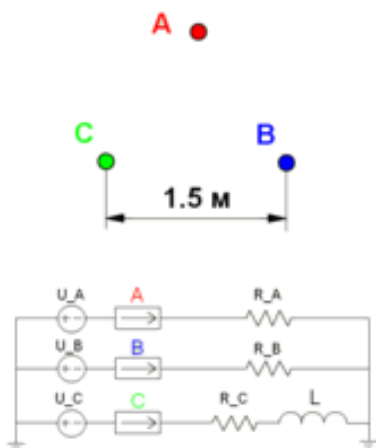

Рис. 4.1
2. Прочтите условия задачи: Дано: 3-х фазная система электропередачи Рис.4.1,
Теперь, когда модель построена, необходимо построить схему, показанную на рис. 4.1. Для этого в левом поле программы находим вкладку **Связи задачи/Электрическая цепь**. На главной панели появляется дополнительная панель в которой есть все необходимые элементы для построения электрической схемы представленной на рис. 4.1.